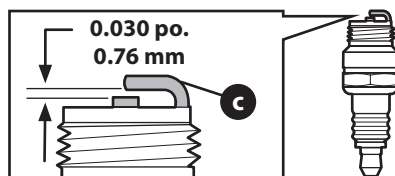

Figure 11
- Mesurez l'écartement avec une jauge d'épaisseur. Pliez un peu le côté de l'électrode (v) pour ajuster l'écartement. (Figure 11). L'écartement doit être de 0,76 mm (0,030 po).